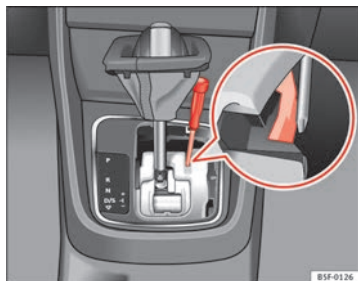

Fig. 97 Levier sélecteur : déverrouillage d'urgence de la position de parking
- Avec un tournevis, appuyez latéralement sur la languette jaune de déverrouillage ⇒ fig. 97 et maintenez la pression.
- Appuyez maintenant sur la touche de verrouillage du levier sélecteur (A) et placez-le sur la position N.